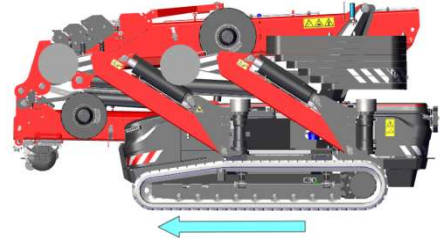

Abbildung 31
- Die Fahrtrichtung „vorwärts“ ist nebenstehend mit einem Pfeil angegeben (siehe *Abbildung 31*).